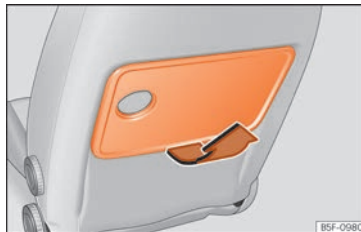

Abb. 166 Sitz vorne links: Klapptisch.
- Klappen Sie den Tisch zum Aufstellen in Pfeilrichtung »» **Abb. 166** nach oben.